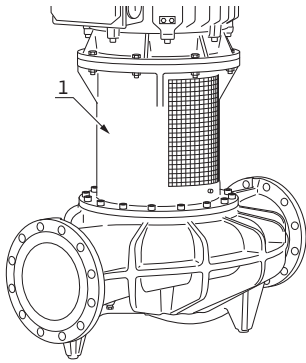

Fig. 36: Disposición de la placa de características de la bomba
La Fig. 36, pos. 1, muestra la disposición de la placa de características de la bomba.